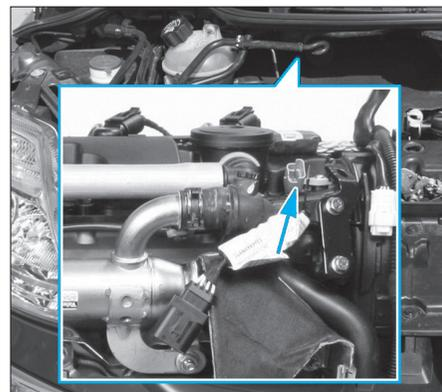

Fig. 30
- le capteur d'arbre à cames (Fig.30),